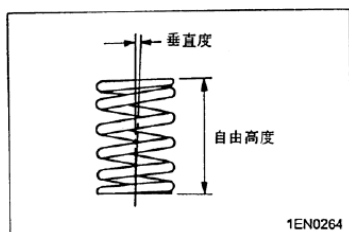

图 4-9
(2) 测量气门弹簧的垂直度。如果测量结果超出规定的极限值，则应更换气门弹簧(见图 4-9)。